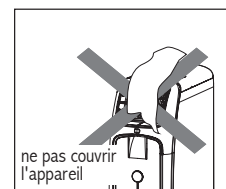

Fig. 13.
- N'obstruez pas l'admission ou la sortie d'air (fig. 13). Laissez les grilles dégagées.